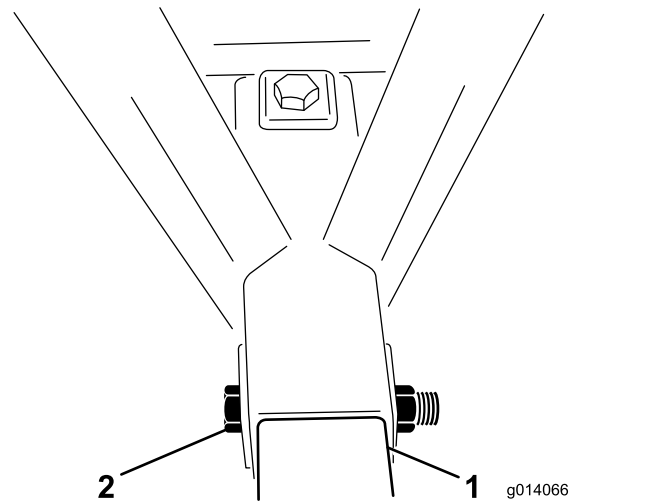

Figura 4
5. Introduzca un perno (1" x 6½") a través del bastidor y de la barra del enganche y ajústelo con una contratuerca (Figura 4). Apriete la contratuerca a 976–1.193 N·m.
6. Introduzca un perno (1" x 6½") a través de la parte superior del bastidor y de la parte inferior de la barra del enganche y ajústelo con una contratuerca (Figura 4). Apriete la contratuerca a 976–1.193 N·m.